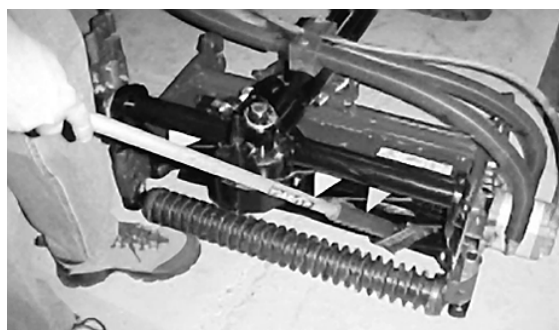

Figure 18
8. Appliquez une couche de produit de rodage à l'aide d'un pinceau à long manche (Réf. Toro 29-9100). N'utilisez jamais de pinceau court (Fig. 18).